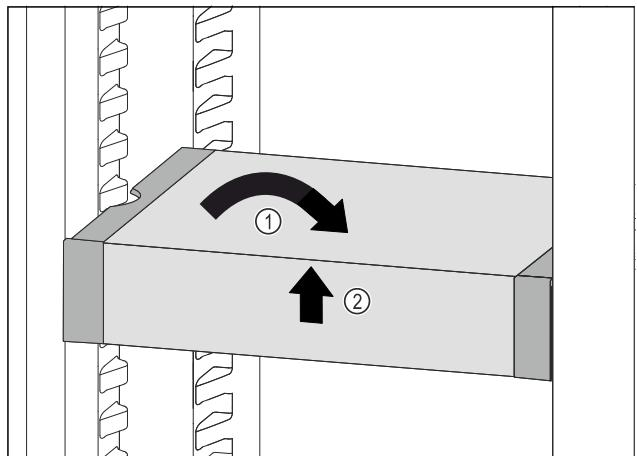

Fig. 93
- ▶ VarioSafe postavte rovno. Fig. 93 (1)
- ▶ VarioSafe nadvihnite vpred. Fig. 93 (2)